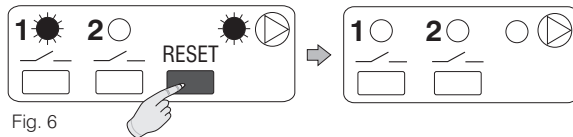

Fig. 6
- Premere brevemente il **tasto "RESET"**; al rilascio la forzatura temporanea verrà annullata (fig.6).